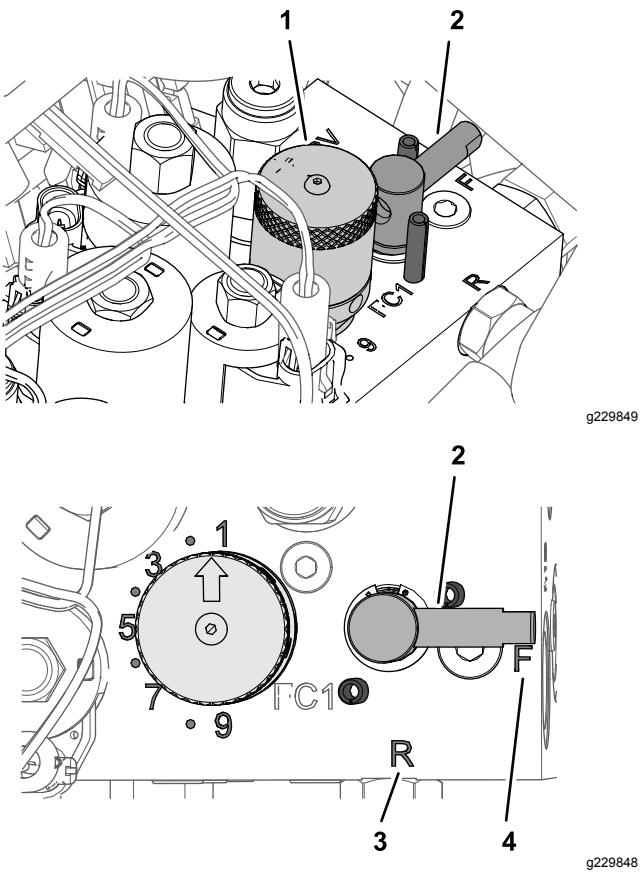

Рисунок 56
4. Поверните рычаг заточки обратным вращением в положение R (Рисунок 56).
5. Поверните ручку регулятора частоты вращения барабана на настройку 1 (Рисунок 56).